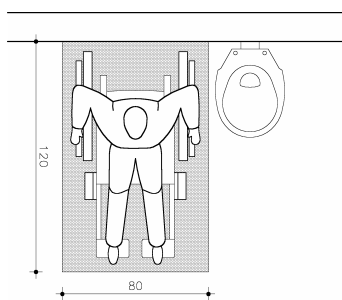

Figura 1
A.1 Espacio de transferencia lateral: Se debe disponer de un espacio lateral al inodoro, de dimensiones mínimas 120cms x 80cms que posibilite la transferencia de la persona al aparato sanitario. (Ver figura 1).